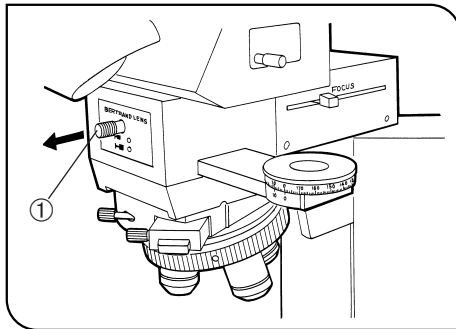

Fig. 23
1. Tirer la molette de la lentille de Bertrand ① vers la position OUT (○). (Fig. 23)